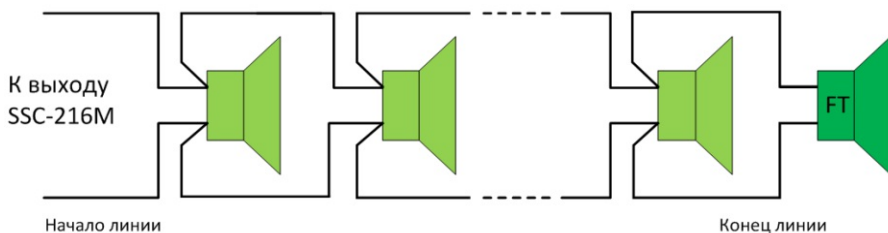

Рисунок 5
*Примечание – С целью возможности регистрации блоком контроля неисправности акустической линии в случае отключения от нее любого оповещателя необходимо обеспечить соединение входных и выходных проводов акустической линии не путём прямого контакта между проводниками, а через клеммы оповещателей (подключение оповещателей «гирляндой» (рисунок 5) и подключать в конце линии оповещатель Sonar серии SCS, SHS, SW, SWP или SWS с индексом «FT» (например, Sonar SW-06-FT).*